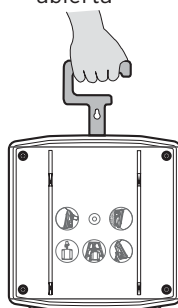

Fig. 11
3.1.4 Transporte manual (fig. 11).